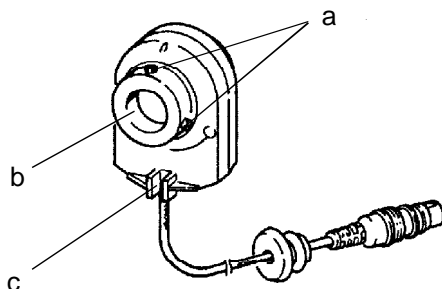

Fig. 6.10
- A fig. 6.10 mostra a vista frontal do sincronizador. Ele é metido sobre os pernos de assento da roda volante e é fixado por dois parafusos de cabeça sextavada interna (a).